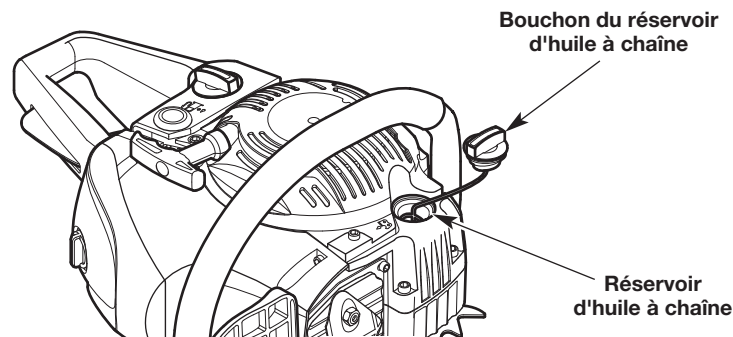

Fig. 23
3. Dévissez le bouchon du réservoir d'huile à chaîne (Fig. 23).